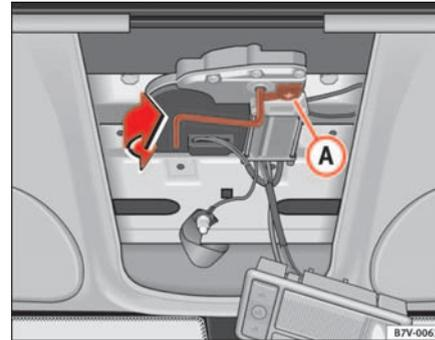

Abb. 70 Notbetätigung
- Den Schutz ① ⇒ Abb. 70 der Kurbelöffnung in Pfeilrichtung drehen.
⇒ Seite 110, Abb. 70 über die Kurbelöffnung drehen.